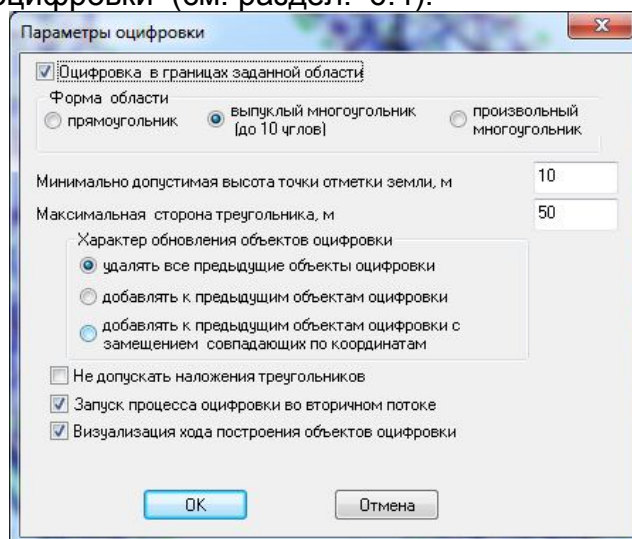

Рис.5
- 3) Если необходимо произвести оцифровку только для указанной области, то необходимо нажать на кнопку **Параметры оцифровки**, в открывшемся диалоговом окне (рис.5) включить опцию **Оцифровка в границах заданной области**, выбрать форму области и после нажатия на кнопку **ОК** указать границы области оцифровки (см. раздел. 6.4).
- 4) Если необходимо выполнить дооцифровку, то необходимо нажать на кнопку **Параметры оцифровки** и в открывшемся диалоговом окне (рис. 5) установить переключатель **Характер обновления объектов оцифровки** в требуемое положение.
- 2) В открывшемся диалоговом окне **Параметры оцифровки** (см. рис. 5) включить опцию **Оцифровка в границах заданной области** и нажать кнопку **ОК** .